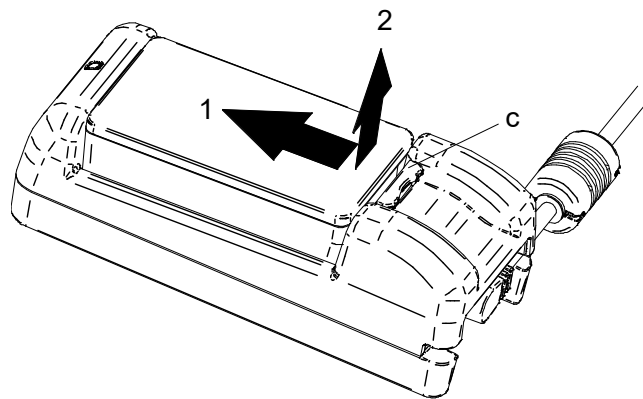

Figura 17-7 Remoção da bateria do carregador de bateria
- (3) Verificar se a bateria está instalada corretamente no carregador de bateria.
- (4) O LED do carregador de bateria muda para laranja e, de seguida, o carregamento inicia. Durante o carregamento, o POWER LED acende a laranja. Quando o LED não fica laranja instalar novamente a bateria. Caso o LED não fique laranja mesmo que a bateria seja novamente instalada, tomar ação em conformidade com "■Procedimentos para lidar com erros".
- (5) Quando o carregamento está concluído, o LED do carregador de bateria muda para verde. Pressionar a alavanca da bateria "c" na direção da seta 1 na Figura 17-7 e retirá-la puxando na direção da seta 2. Não existe problema em retirar a bateria durante o carregamento. Caso ocorra o erro de instalação da bateria ou o erro de bateria durante o carregamento, o LED começa a piscar a vermelho. Quando isso acontecer, tomar ação de acordo com "■Procedimentos para lidar com erros".